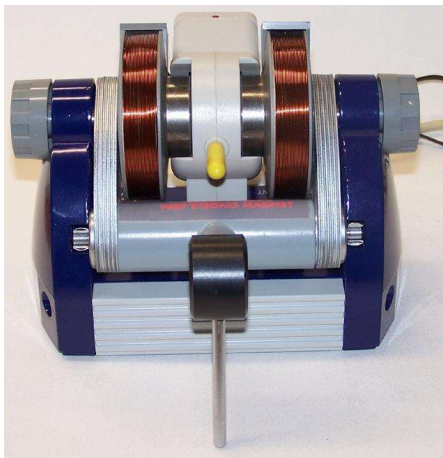

Fig. 2 Basiseinheit mit eingesteckter Glycerinprobe
- Glycerinprobe, (gelbe Kappe) in die Probenaufnahme stecken (siehe Fig. 2).